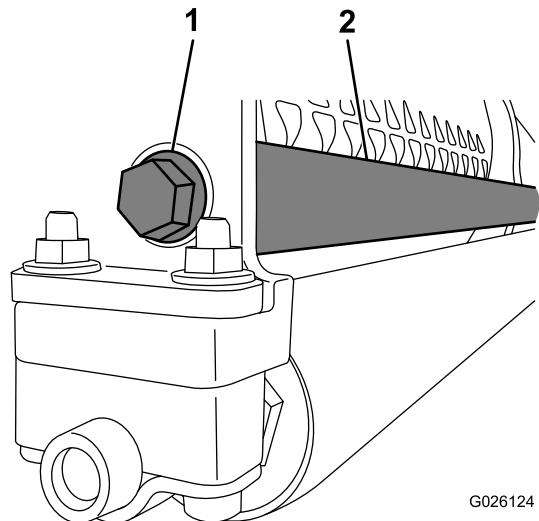

Figura 15
4. Prenda a extremidade roscada da haste dos pesos à estrutura utilizando um parafuso com cabeça flangeada (Figura 15).
12. Certifique-se de que mola de compressão está a aplicar tensão na correia (Figura 15).